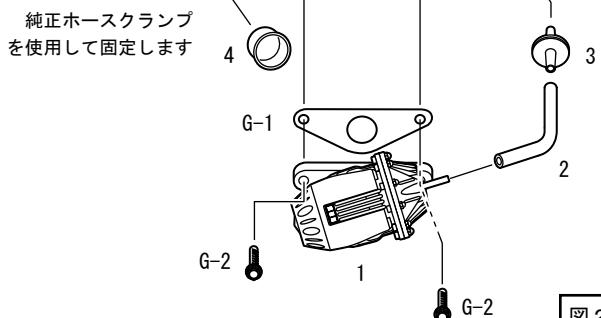

図2
(1) エアバイパスホースに純正ホースクランプを使用して $\phi 34$ プラグを取付けてください。(図2)
(2) インタークーラにブローオフアッセンブリを仮付けしてください。(図2)
(3) キットパーツを使用してブローオフバルブ作動用の配管を行なってください。ホース $\phi 4$ は適当な長さに(ある程度余裕を持たせて)切って使用してください。(図2)
(図2、図3)